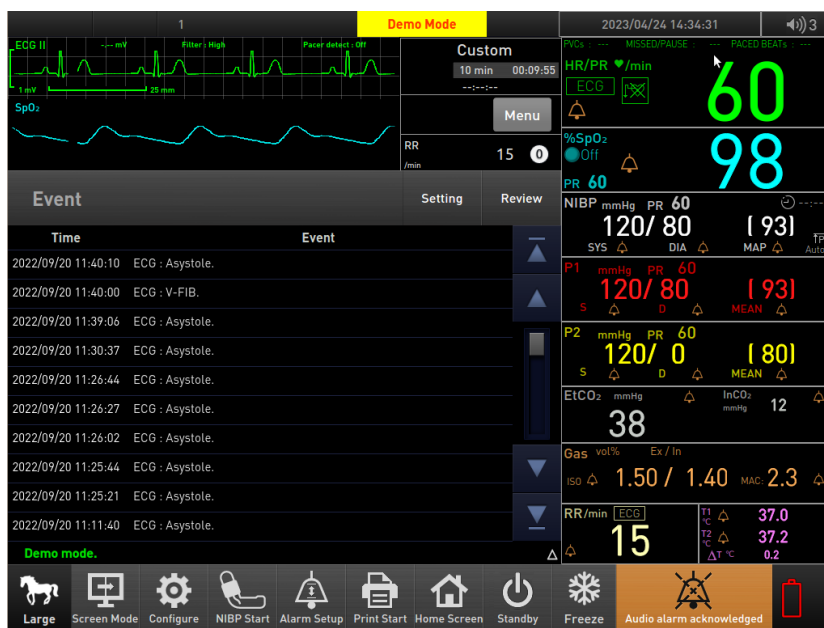

Abbildung 38. Anzeige Ereignisüberprüfungsliste
2. Wenn das Ereignisliste-Symbol ausgewählt wird, wird die Ereignisüberprüfungsliste angezeigt (siehe Abbildung 38).